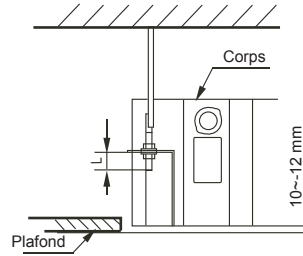

Fig. 5-6
- Régler la position pour garantir que les écarts entre le corps et les quatre côtés du plafond sont uniformes. La partie inférieure du corps doit s'enfoncer dans le plafond de 10-12 mm (se référer à la fig.5-6)
En général, L est la moitié de la longueur de la vis du crochet d'installation (se référer à la fig. 5-6)